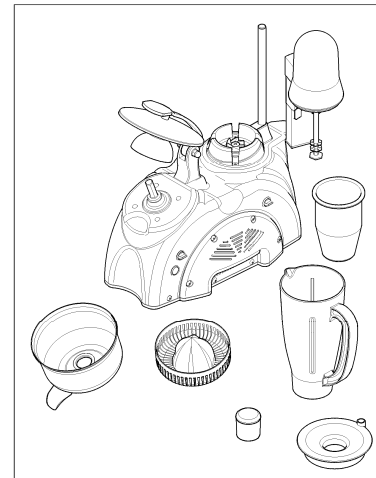

ABB. Nr.10 - zur Reinigung abmontiertes Gerät
- Reinigung des Glases (siehe ABB. Nr.10)
- Generalreinigung (siehe ABB. Nr.10)